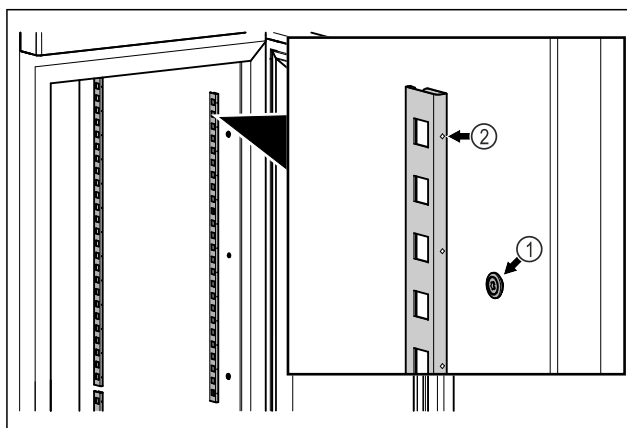

Fig. 48 Shembull ilustrues
- ▶ Futni shiritat e kapjes në vendin e varjes Fig. 48 (1). Shënimi Fig. 48 (2) duhet të jetë i drejtuar nga përpara.